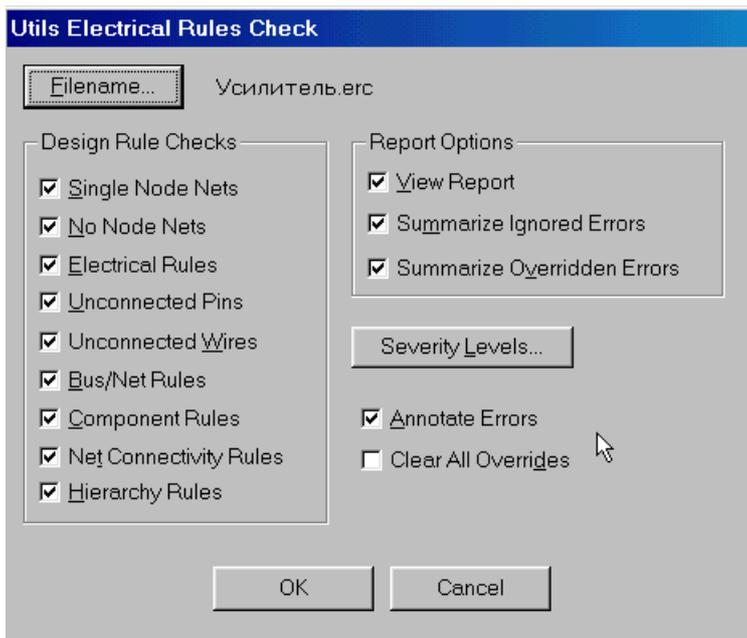

Рис. 6-17. Настройка конфигурации ERC
2) На панели **Utils Electrical Rules Check** в рамке *Design Rule Checks* (нормоконтроль) установите необходимые виды проверок и отчетов (см. рис. 6-17). Смысл проводимых проверок рассмотрен в табл. 6-2.
6) Установите флажок *Override-Don't Display Again* (отменить – не показывать снова). Изображение ошибки на схеме исчезнет, и при новой проверке она не будет показываться в отчете (если только не установлен флажок *Clear all Overrides* – рис. 6-17).